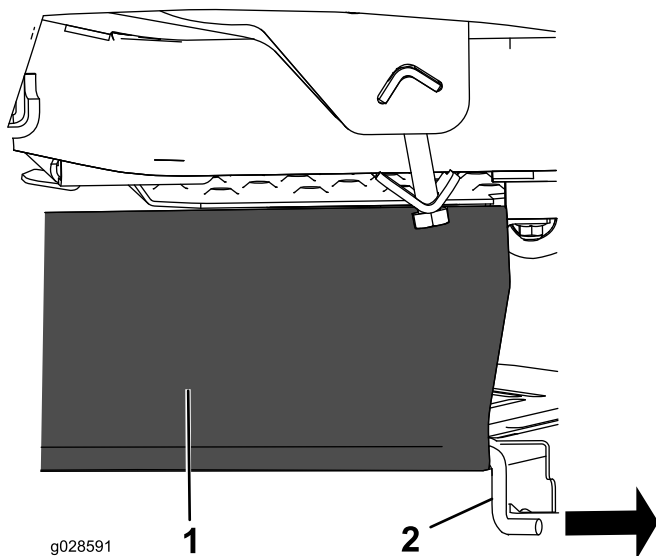

Figura 7
1. Retire la varilla de soporte existente del faldón de la carcasa de corte (Figura 7); guarde la varilla para instalarla en el futuro se utiliza la máquina sin ensacador.